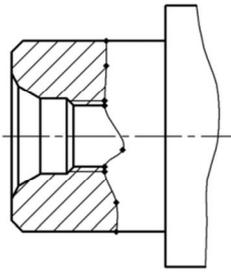

Рис. 1.18
Постройте линию местного разреза и заштрихуйте область слева от волнистой линии с шагом штриховки 2 мм под углом 45° (рис. 1.18).
- Постройте кривую, как показано на рис. 1.18. Промежуточные точки выбираются приблизительно так, чтобы линия была изогнутой.
- Вызовите команду Штриховка – инструментальная панель Геометрия и укажите точку внутри контура, представляющего собой местный разрез. Для детали, приведенной на рис. 1.18, указать точки в верхней и нижней частях разреза.